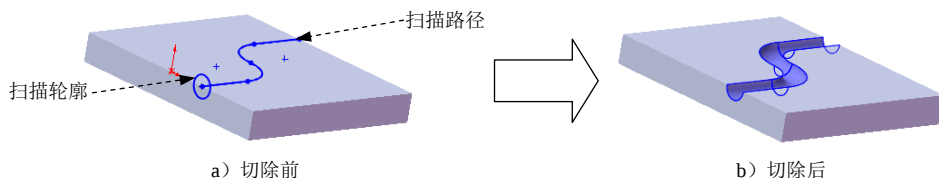

图 3.21.3 切除扫描特征
下面以图 3.21.3 为例，说明创建切除扫描特征的一般过程。
Step3. 选取扫描轮廓。见图 3.21.3。
Step4. 选取扫描路径。见图 3.21.3。